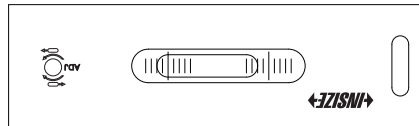

Abb.8
- Drehen Sie die Ebene um 180°, schieben Sie (nicht setzen) die Ebene in der gleichen Position der Oberfläche (Abb. 8).